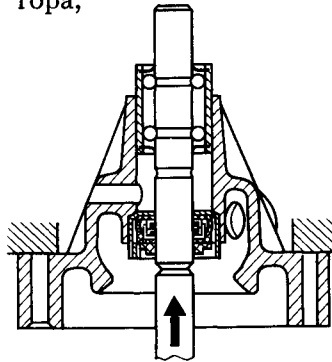

Рис. 71. Выпрессовка подшипника с валом водяного насоса
- выпрессовать из корпуса подшипник в сборе с валом (рис. 71);